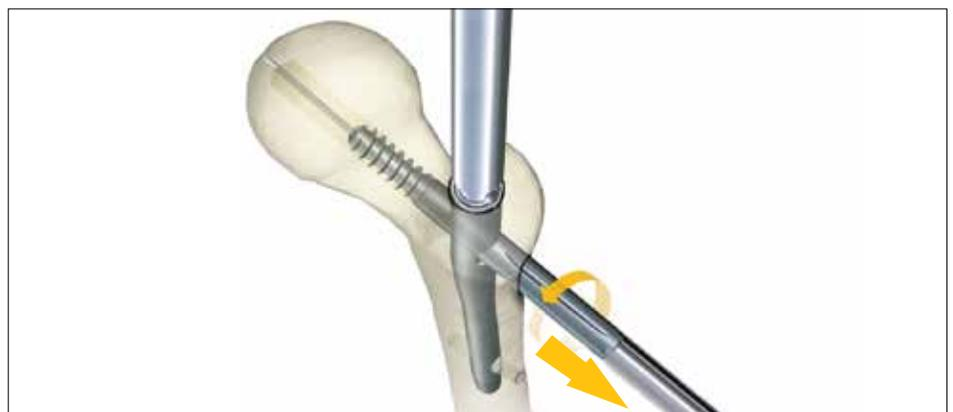

Abb. 173
Schritt 4: Extraktion der Schenkelhalsschraube (Abb. 173)